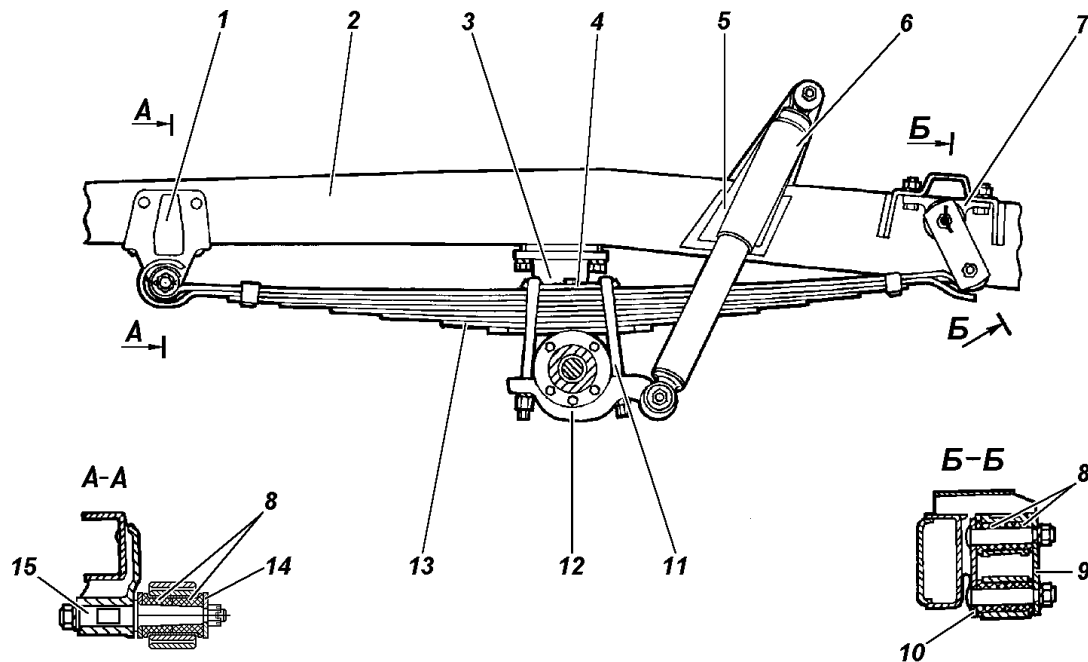

Рис. 6.3. Передняя подвеска автомобиля УАЗ-3151:
**Рессора передней подвески** (рис. 6.3) состоит из восьми листов. Листы стянуты центровым болтом и фиксируются в поперечном направлении хомутами.